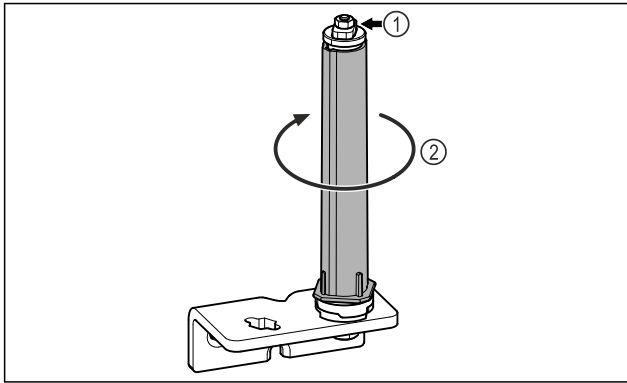

Fig. 13
- Ne pas démonter le système de fermeture de la porte Fig. 13 (1).
- Faire tourner le système de fermeture Fig. 13 (2) jusqu'à entendre un clic.